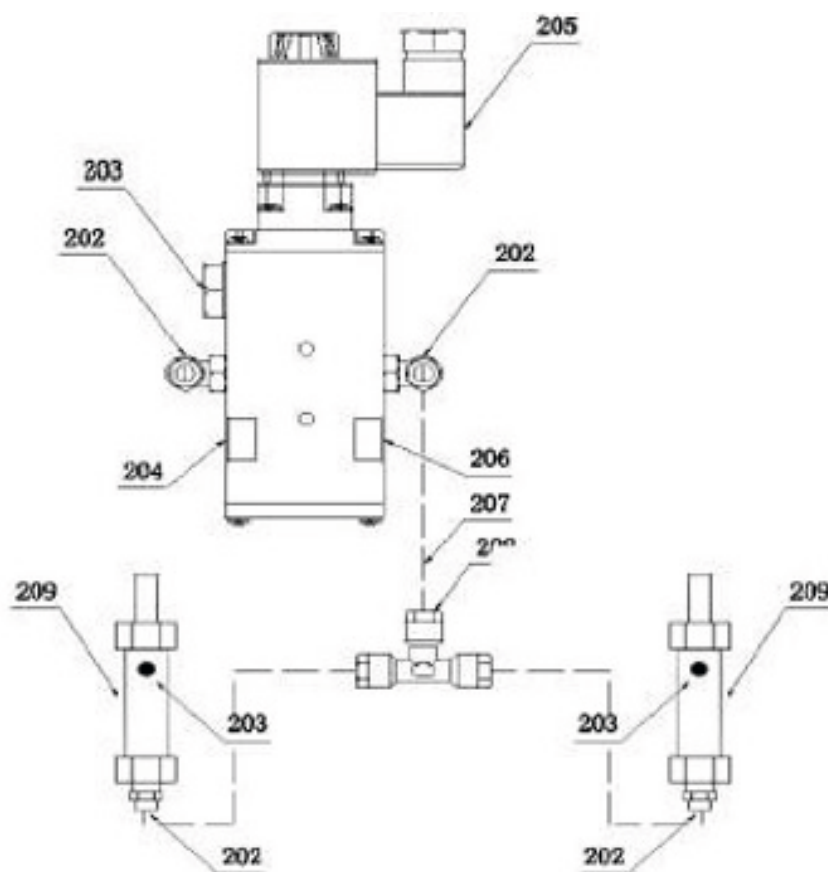

Fig 15
- Faites sortir le tuyau d'air comprimé Ø6×5 de la sortie d'air de l'électrovanne pneumatique de l'ascenseur principal, puis connectez-le à la vanne d'air à mâchoire relevée de l'ascenseur principal (Fig. 15) conformément au schéma de connexion du circuit pneumatique.